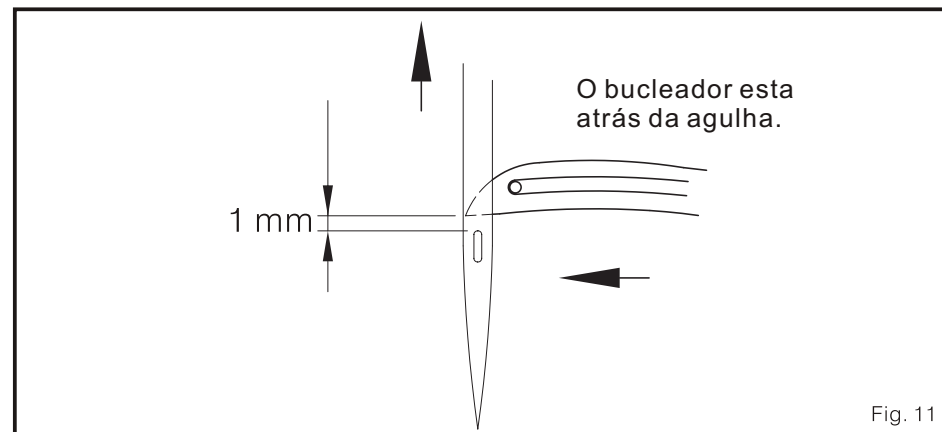

Fig. 11
1. Quando a agulha mover ao ponto esquerdo morto, orle 0, o bucleador começaram a equilibrar à esquerda do ponto morto direito. Quando o a gorjeta do bucleador inferior acontece para atrás da agulha, o bucleador deve ficar a 1 mm sobre a borda superior da casa de botão da agulha. (Fig. 11)